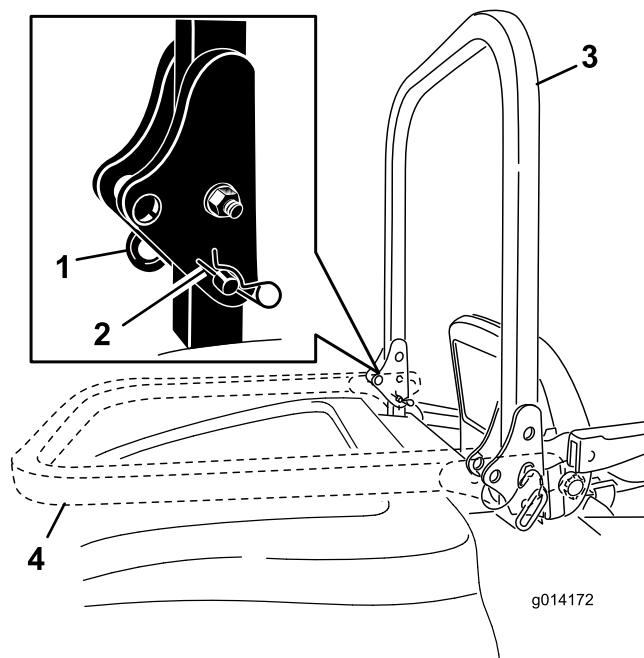

Figura 18
1. Para baixar a barra de segurança, retire os pernos de gancho, empurre a barra de segurança para a frente contra as molas e retire os dois pinos (Figura 18).
2. Baixe por completo a barra de segurança (Figura 18).
3. Instale os 2 pinos e fixe-os com os contrapinos (Figura 18).
- Para levantar a barra de segurança, remova os contrapinos e os dois pinos (Figura 18).
- Levante a barra de segurança na vertical, instale os dois pinos e fixe-os com os contrapinos (Figura 18).